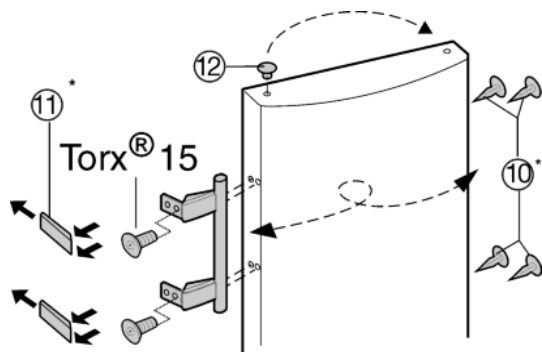

Fig. 8
- ▶ Wyciągnąć wkładkę Fig. 8 (12) z zawiasu drzwi i przełożyć na drugą stronę.
- ▶ Zdemontować uchwyt drzwi, zatyczki Fig. 8 (10) oraz płytki dociskowe Fig. 8 (11) i przełożyć je na przeciwną stronę.